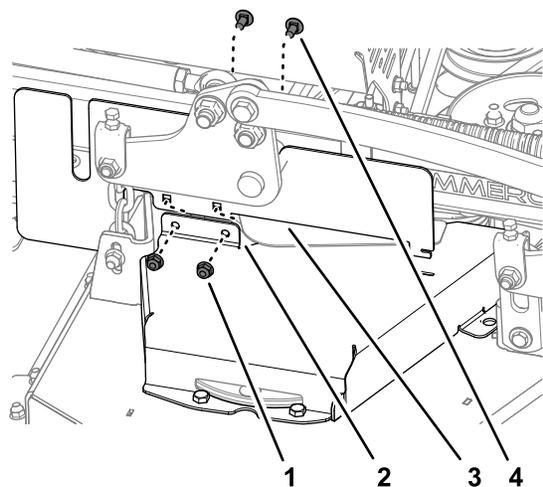

Figura 41
- Montate la protezione CE del lato destro sul copricinghia destro (Figura 41) con i 2 bulloni a testa tonda e i 2 dadi di bloccaggio rimossi in Rimozione del copricinghia sinistro (pagina 28).